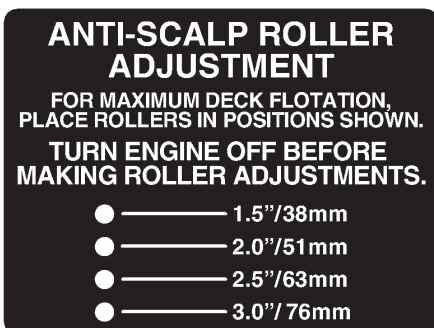

Bild 12
2. Wählen Sie ein Loch, bei dem die Antiskalpierrolle der gewünschten Schnitthöhe so nahe wie möglich ist (Bild 12).